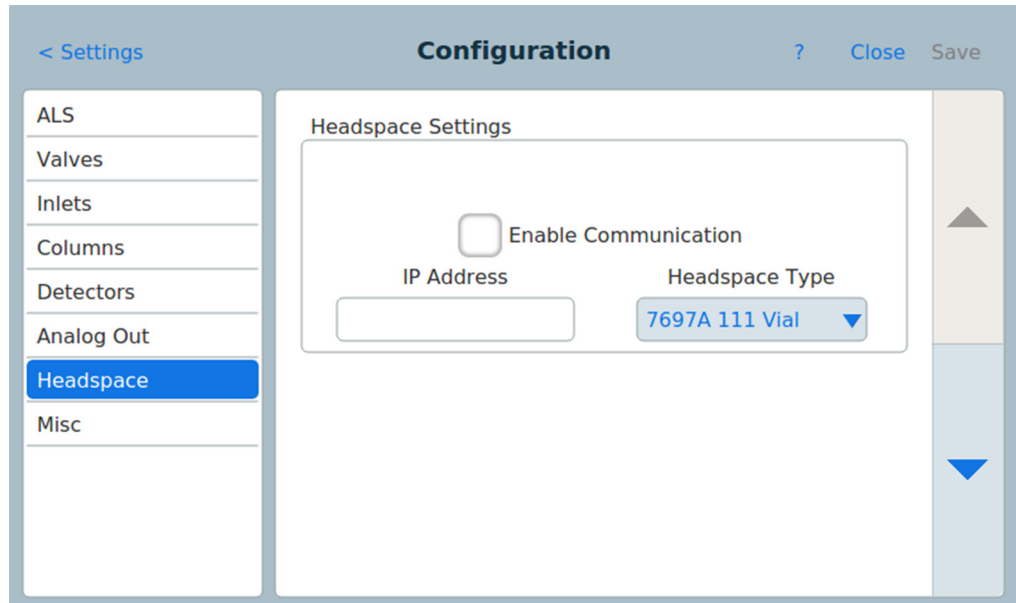

Abb. 60 Seite „Headspace settings“
- 3 Wählen Sie den Gerätetyp **Headspace** aus der Liste links auf der Seite. Die Eigenschaften für den ausgewählten Gerätetyp werden rechts auf der Seite angezeigt. Siehe Abb. 60.